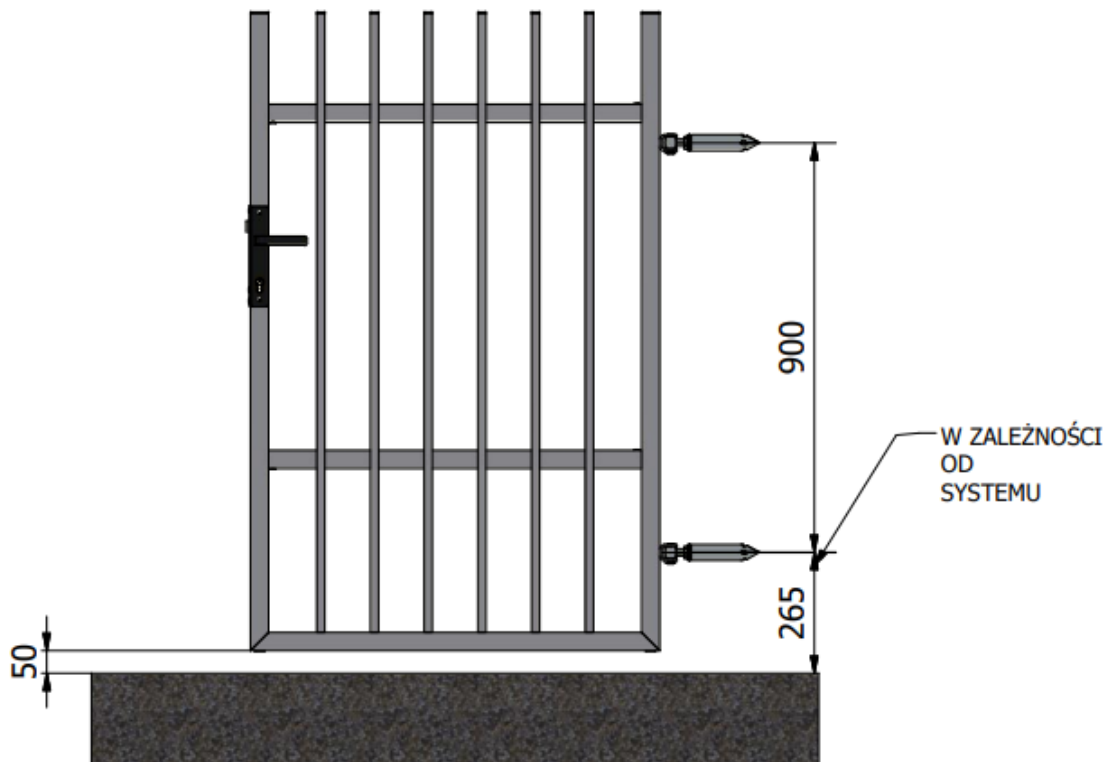

Rys.7
12. Do słupa na odpowiedniej wysokości przytwierdzić kasetę elektrozamka Rys.7 (pamiętając o wyprowadzeniu przewodów zasilających). Następnie w kasecie elektrozamka należy wywiercić otwory i zamontować opór elektrozamka, za pomocą nitów zrywalnych. Opór powinien uniemożliwić dostęp do zamka od strony zewnętrznej i jednocześnie blokować furtkę w pozycji zamkniętej.